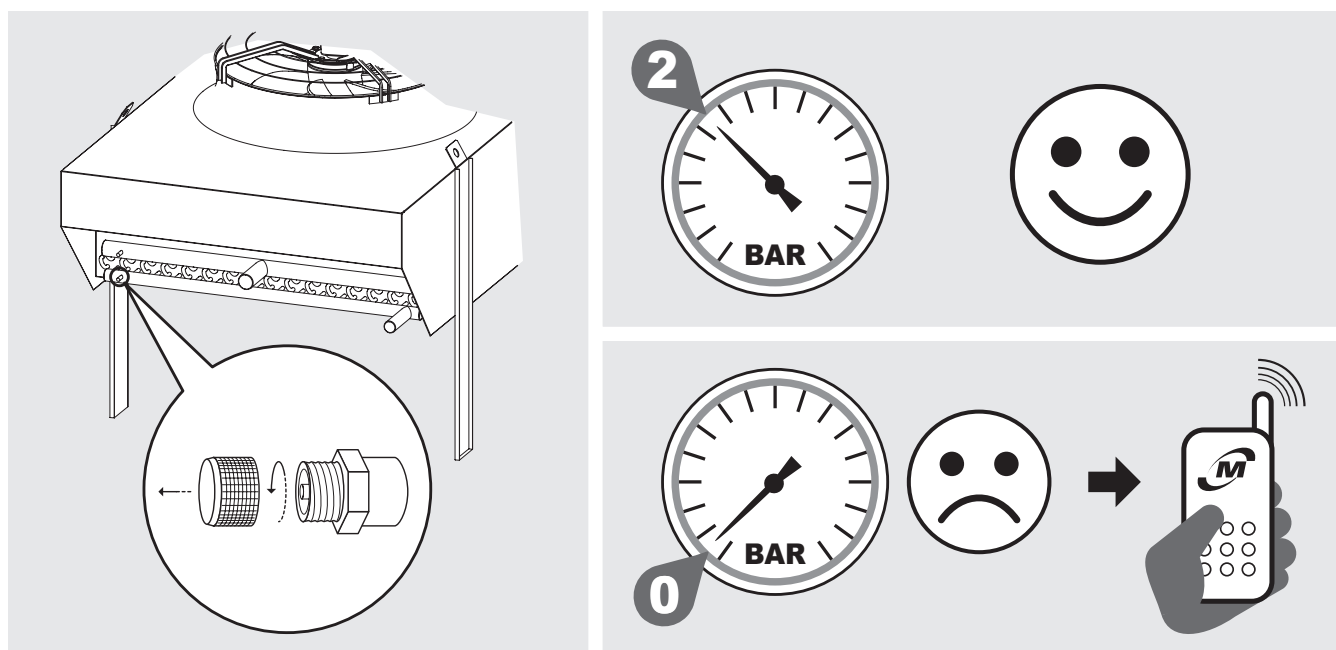

Figura 2
- 4.2 Los intercambiadores de los condensadores (KCEK) y de las enfriadoras de gas (KCES) se suministran con una precarga de aire seco de 2 bar y disponen de conexiones de carga de 1/4" SAE. Controlar la presencia de presión, en ausencia de presión comunicarse inmediatamente con Modine e indicar el problema en el documento de transporte. La falta de presión indica una pérdida causada por un daño sufrido durante el transporte. Véase Figura 2.